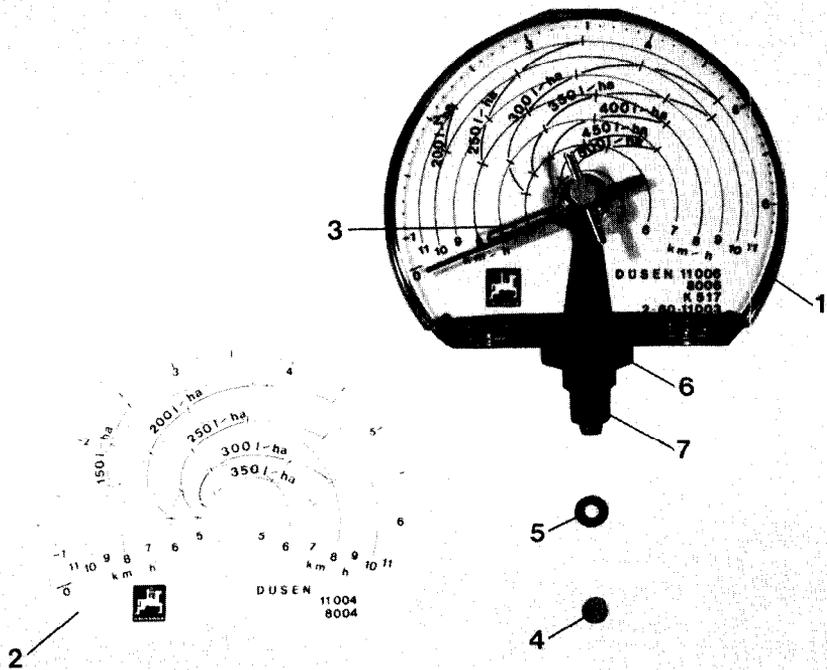

Fig. 13
Bei dem Spridometer (Fig. 13/1) handelt es sich um ein Manometer mit auswechselbaren Skalen (Fig. 13/2), die verschiedenen Düsen zugeordnet sind. Mit Hilfe dieser Skalen (Fig. 13/2) ist es möglich, den Spritzdruck in Abhängigkeit von der gewünschten Ausbringmenge und der Fahrgeschwindigkeit einzustellen. Es kann an jedem Druckregler anstelle des Manometers montiert werden und ist für jede Arbeitsbreite anwendbar.
Das Spridometer (Fig. 13/1) ist absolut korrosionsfest und daher auch für Flüssigdüngung geeignet.
Die Halbkreise um die Zeigerachse (abwechselnd blau und rot) auf der Skala (Fig. 13/2) geben die Fahrgeschwindigkeit an. Die unterbrochenen schwarzen Kurven bestimmen die Ausbringmenge für einen bestimmten Düsentyp. Die Düsenbezeichnung ist auf der Skala (Fig. 13/2) unten rechts angegeben. Zusätzlich ist auf dem Umfang eine Druckeinteilung aufgetragen. Beim Wechseln des Düsentyps ist auch die Skala (Fig. 13/2) zu wechseln.
Zunächst ermittelt man den Schnittpunkt zwischen der Kurve, die sich auf die gewünschte Menge pro Hektar bezieht, und der Kurve der vorgesehenen Fahrgeschwindigkeit. Auf diesen Schnittpunkt wird der Vorwählzeiger (Fig. 13/3) eingestellt. Die Verlängerung dieses Vorwählzeigers (Fig. 13/3) zeigt am äußeren Rand der Skala den einzustellenden Spritzdruck an.
Das Spridometer (Fig. 13/1) wird in folgender Weise anstelle des Manometers am Druckregler montiert:
2. Anstatt des O-Ringes das Filterplättchen (Fig. 13/4) und den Dichtring (Fig. 13/5) einlegen.
3. Die Kontermutter (Fig. 13/6) lösen. Dann den Gewindeansatz (Fig. 13/7) mit dem Spridometer (Fig. 13/1) in den Regler eindrehen.
4. Das Spridometer (Fig. 13/1) in die gewünschte Stellung drehen und die Kontermutter (Fig. 13/6) anziehen.